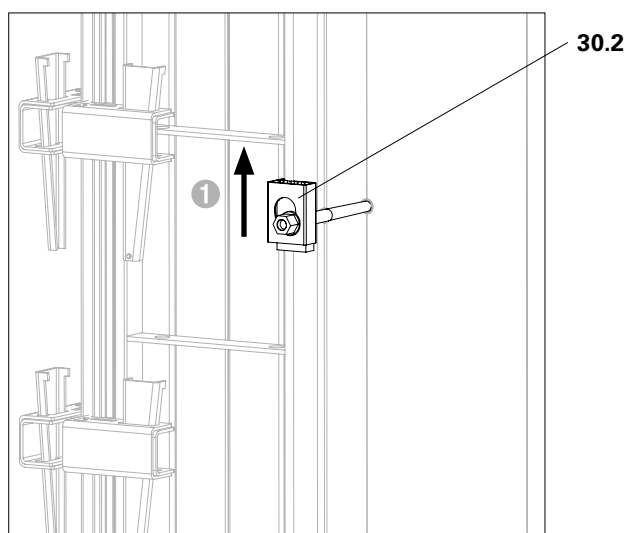

Fig. A6.12
1. Spingere verso l'alto la guida di bloccaggio UNO Plus (30.2) e mantenerla in posizione. (Fig. A6.12)